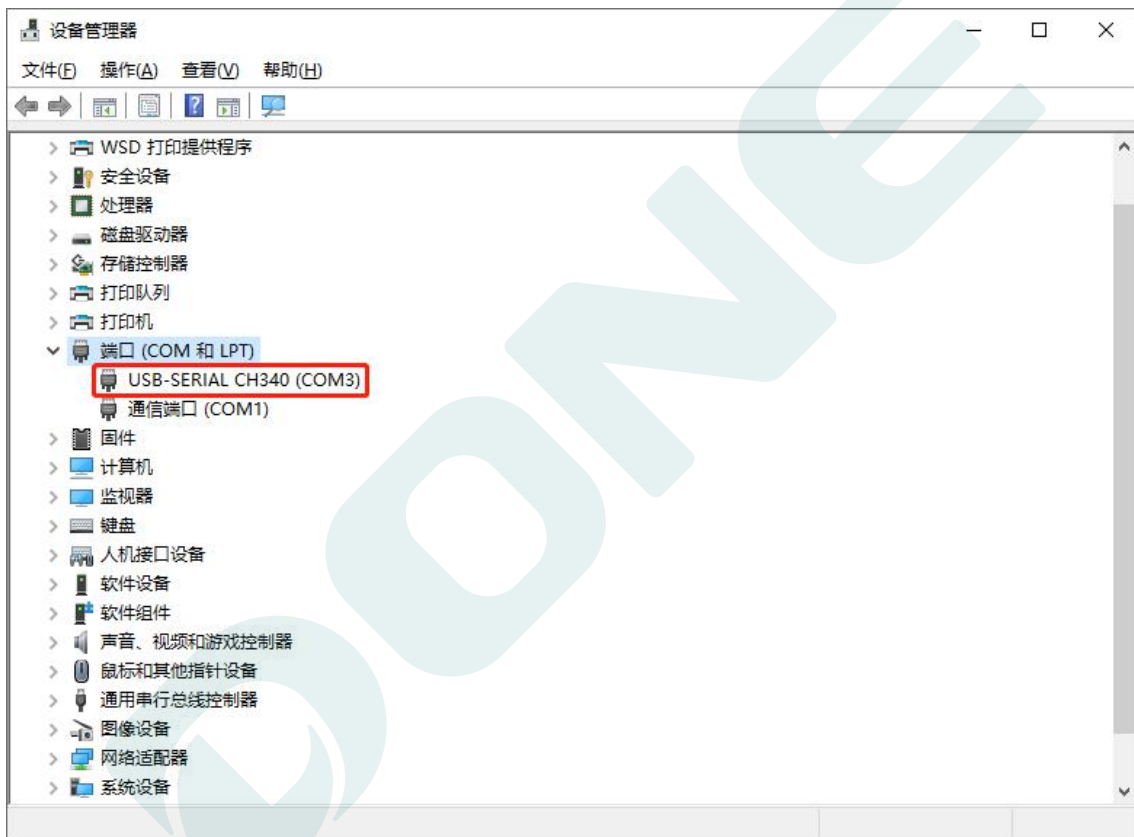

图 4.1.1 查看 CH340 驱动
4. 确认 CH340 驱动是否安装完成，如果如图 4.1.1 所示，在“端口”下发现有 CH340 字样的设备在陈列，表示已经安装完成，无需再安装。